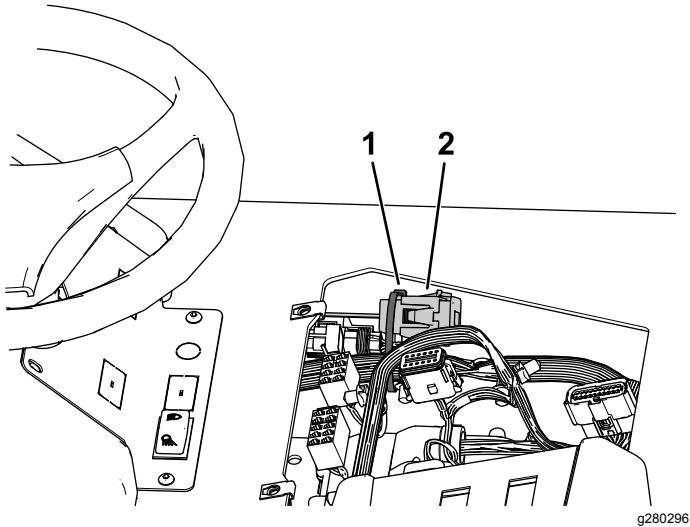

Figure 15
2. Branchez l'extrémité du compteur horaire sans fil à la partie du faisceau du tableau de bord étiquetée HR-METER qui se trouve sur la gauche de l'ouverture du panneau de commande (Figure 15).
3. Attachez le compteur horaire sans fil au faisceau de câble avec le serre-câble (Figure 15).